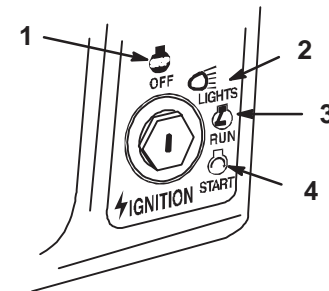

Bild 12
6. Drehen Sie den Zündschlüssel und halten ihn auf Start (Bild 12). Lassen Sie den Schlüssel sofort los, wenn der Motor anspringt.
3. Drehen Sie den Zündschlüssel in die Aus-Stellung (Bild 12).